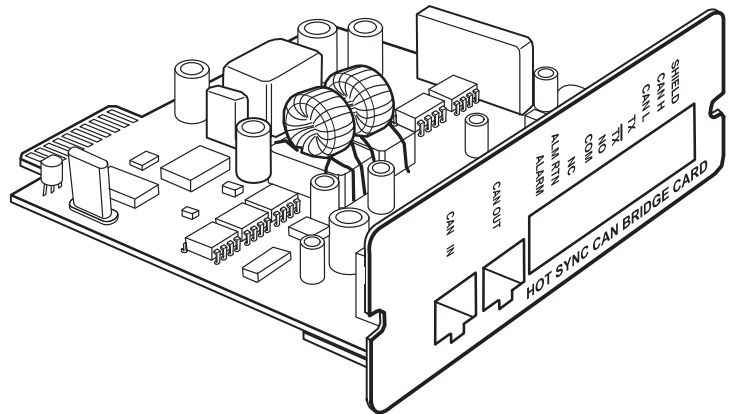

Рисунок 38. Плата Powerware Hot Sync CAN Bridge
3. Убедитесь, что все выключатели находятся в положении OFF (O).
4. Распакуйте плату Powerware Hot Sync CAN Bridge и убедитесь, что плата не была повреждена во время транспортировки (см. рисунок 38).